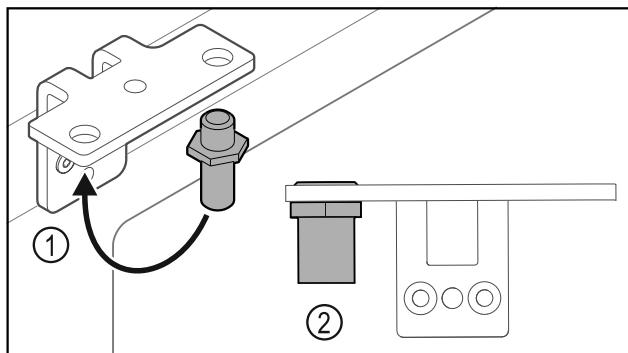

Fig. 29
- Premiestnite čap Fig. 29 (1) v uholníku závesu.
- Utiahnite čap Fig. 29 (2) **utáhovacím momentom 12 Nm**.